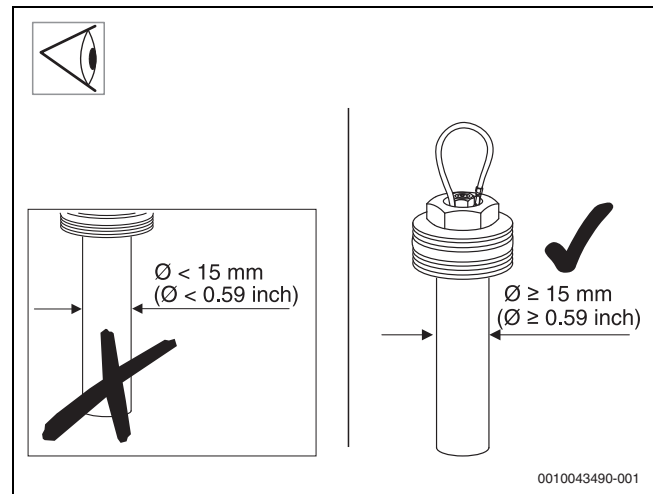

Bild 51
- Wenn der Durchmesser der Magnesiumanode weniger als 15 mm beträgt (→ Abb. 51), Anode austauschen.